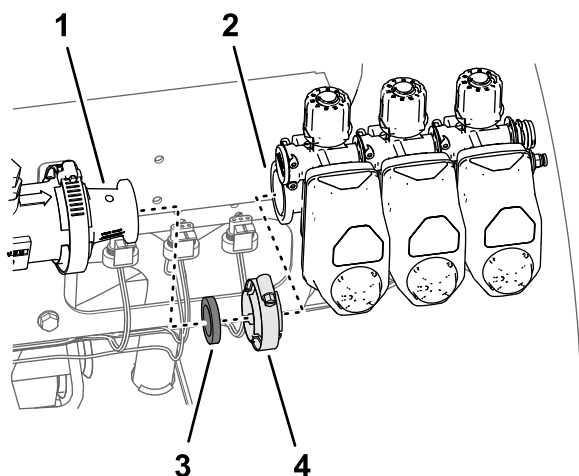

Рисунок 67
4. Снимите 3 клапана секций с машины (Рисунок 67).